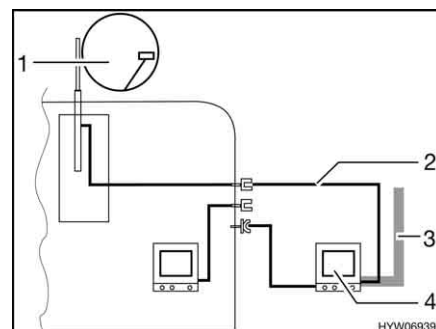

Fig. 62 TV nella tenda veranda
- TV nella tenda veranda (Fig. 62,4): Collegamento all'antenna del tetto (Fig. 62,1) con cavo di collegamento (Fig. 62,2)
- TV nella tenda veranda (Fig. 62,4): Collegamento a antenna esterna (Fig. 62,3)